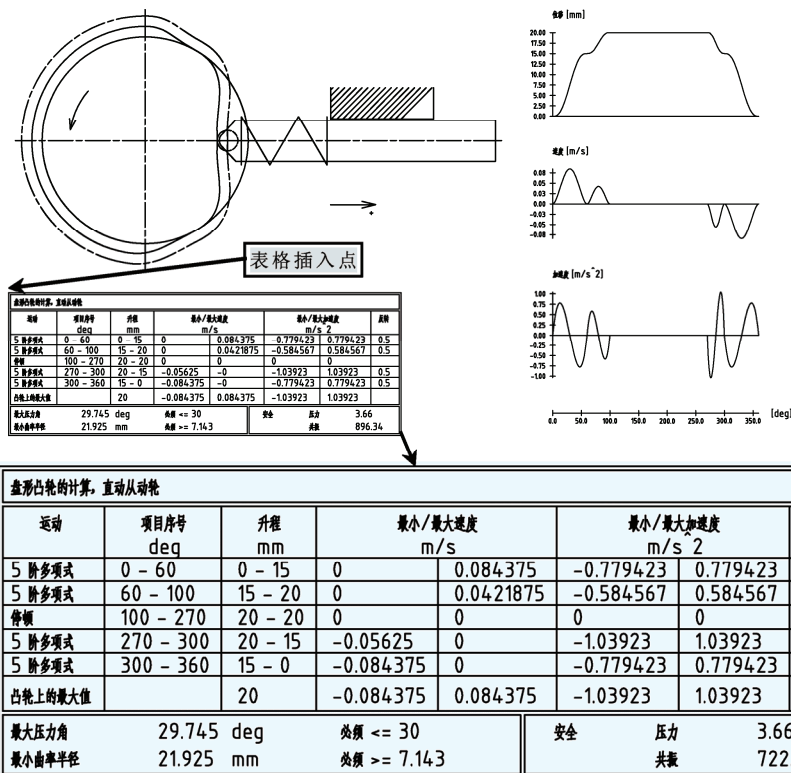

图 12-46 输出选项
11) 单击“完成”按钮, 将出现凸轮相关数据的表格, 指定表格的插入点, 如图 12-46 所示。